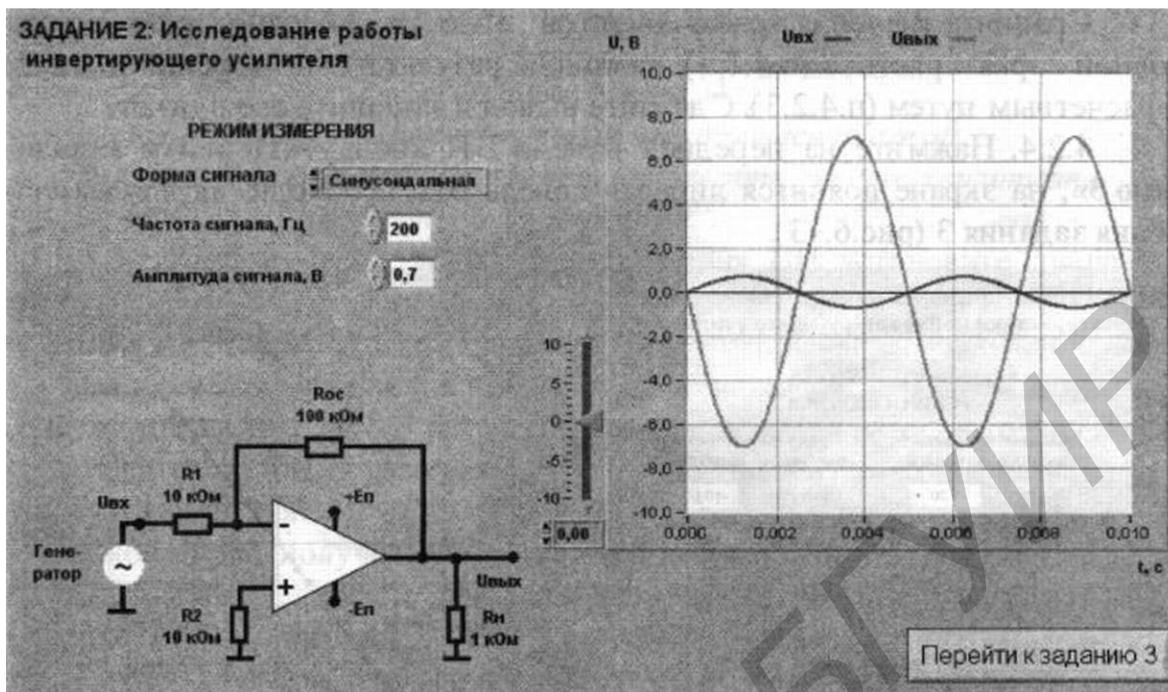

Рис. 15.4. Лицевая панель ВП лабораторной работы №15 при выполнении задания 2
4. Нажмите на передней панели ВП кнопку «Перейти к заданию 2», на экране появится лицевая панель ВП, необходимая для выполнения задания 2 (рис. 15.4).